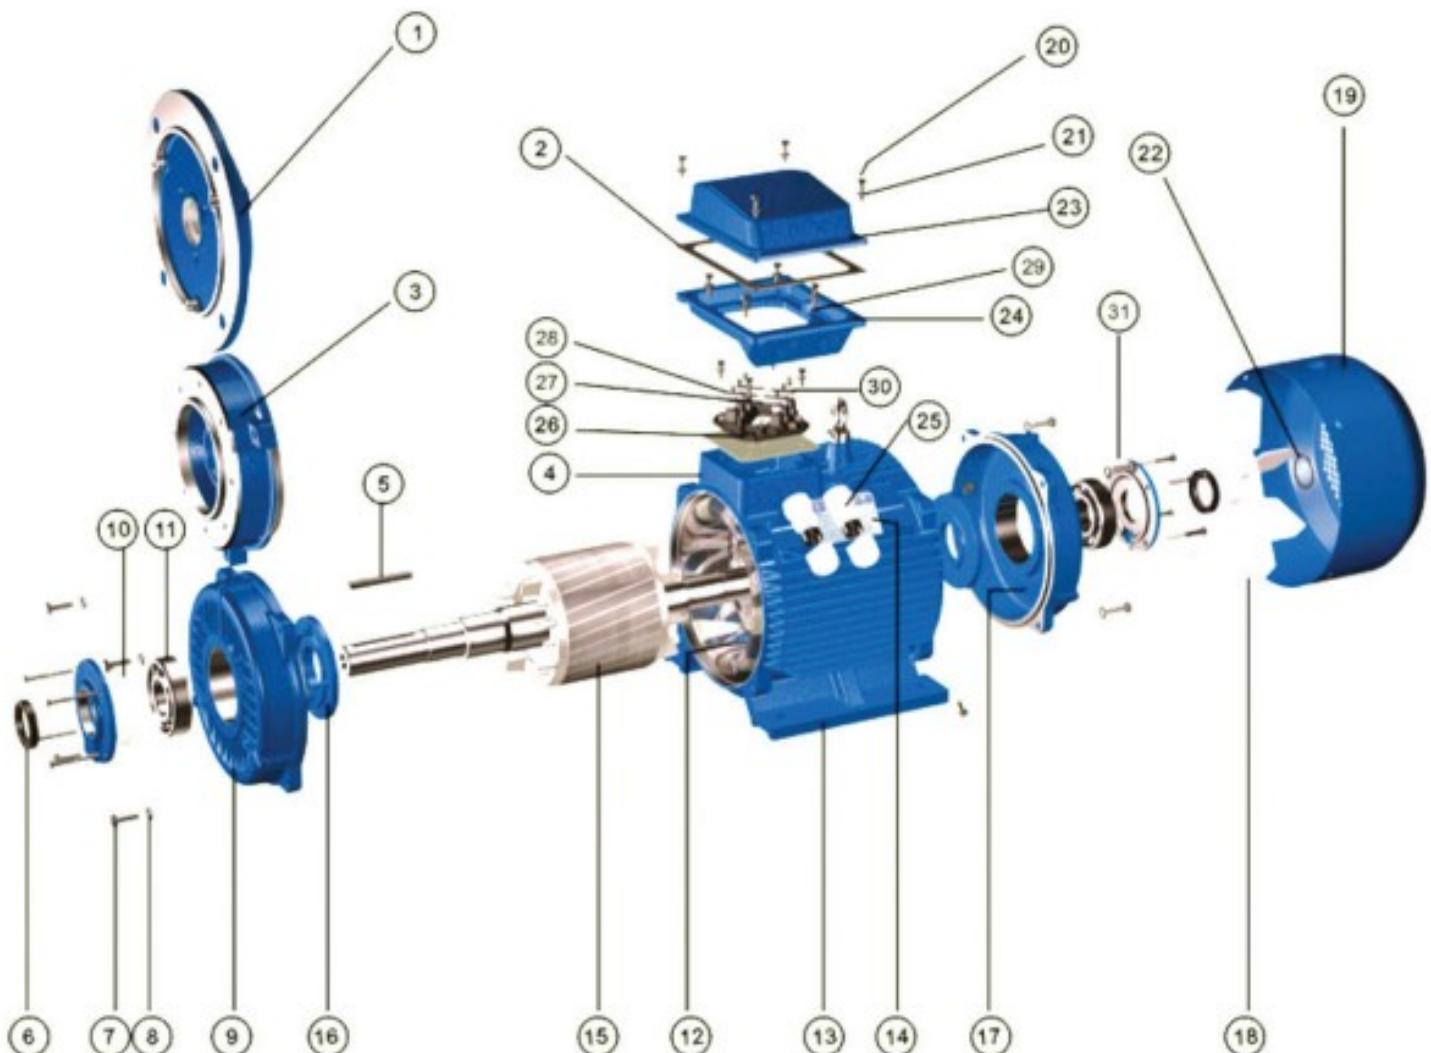

Рисунок 1
- 11.3.3.7 Извлечь шпонку 5 (Рисунок 1)
- 11.3.3.8 Отвернуть болты крепления кожуха и снять кожух 19 (Рисунок 1)
- 11.3.3.9 Извлечь стопорное кольцо 22 и с помощью съемников снять вентилятор 18 (Рисунок 1)
- 11.3.3.10 Отвернуть болты, крепящие крышки подшипников 16, а также подшипниковые щиты 9, 17(Рисунок 1)
11.3.3.11 Снять передние наружную крышку подшипника и подшипниковые щит 9 (Рисунок 1)
11.3.3.13 Отвернуть болты, крепящие крышки подшипников 31 (Рисунок 1)
11.3.3.14 Снять крышку подшипника 31 и подшипниковый щит 17 (Рисунок 1)